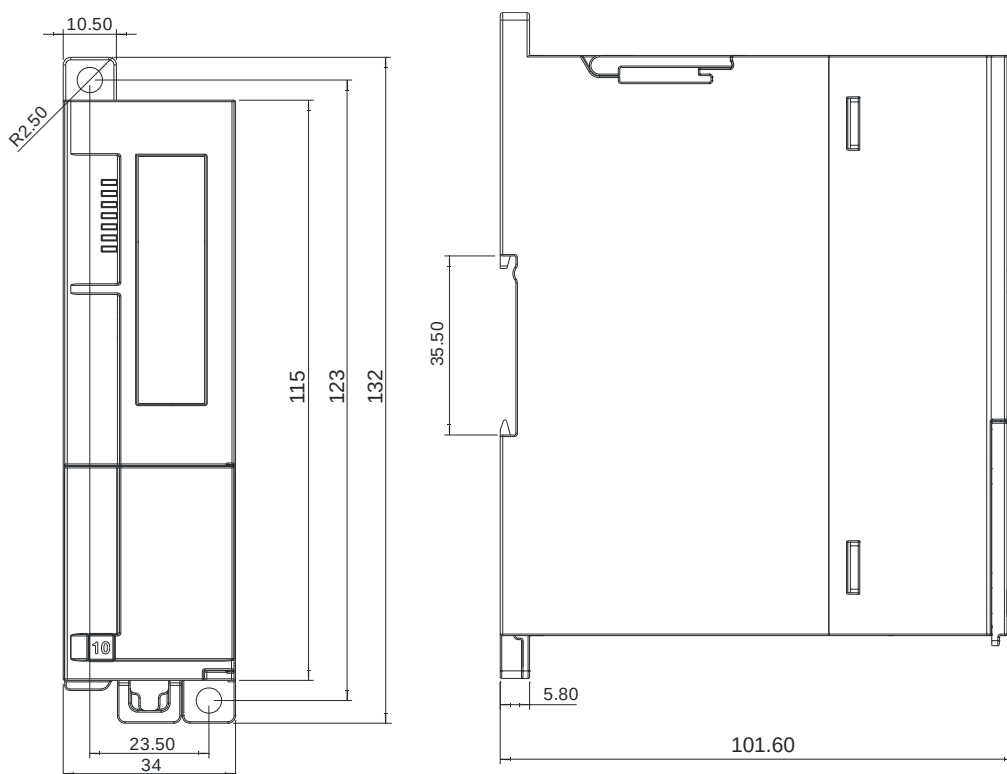

图 2-1 安装尺寸图（单位为 mm）
CTH3 PNT-000S1 模块有安装孔，可以很方便地安装在背板上，模块安装尺寸见图 2-1：
- 1) 按照图 2-1 的尺寸要求定位打孔；